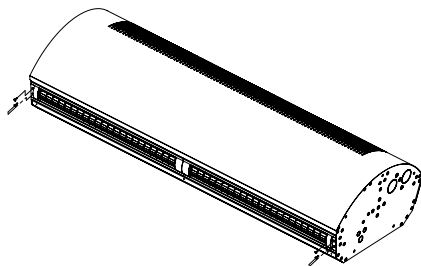

Рисунок 9.
- С воздуховыпускных сопел выкрутить крепежные винты M4x16 с потайной шляпкой по 2 шт. с каждого сопла (см.рисунок 9).